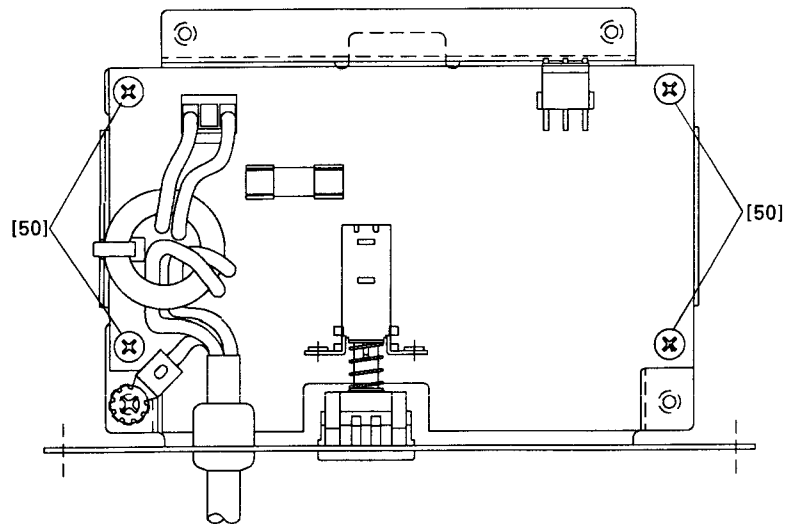

Fig.13 (図13)
- 10-3 Remove the four screws marked [50]. The AC circuit board with the POWER switch knob can then be removed. (Fig. 13)
- 10-3 [50]のネジ 4 本を外し、AC シートを外します。(図 13)